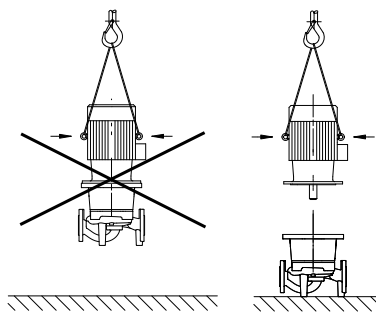

Fig. 20: Transport av motorn
- **Använd motors lyftöglor endast för att lyfta motors vikt, inte för hela pumpen (Fig. 20).**